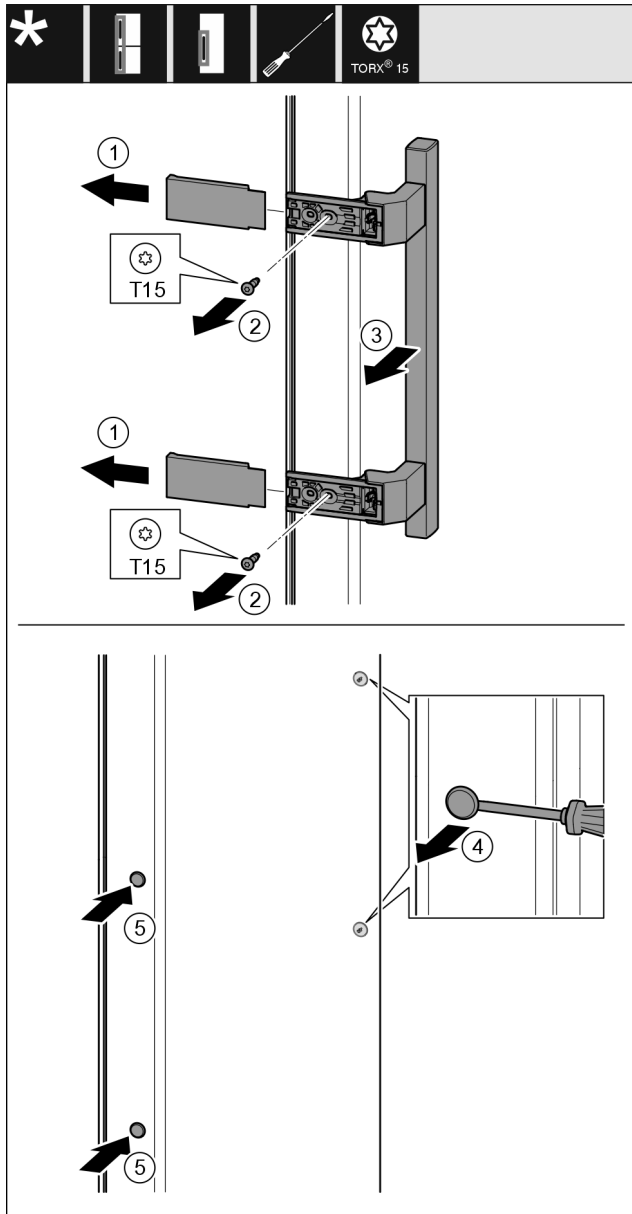

Fig. 18
- Togliere la copertura Fig. 18 (1).
- Estrarre le viti Fig. 18 (2) con un cacciavite.
- Rimuovere la maniglia Fig. 18 (3).
- Sollevare il tappo laterale Fig. 18 (4) con cautela con un cacciavite a intaglio ed estrarlo.
- Reinserire il tappo Fig. 18 (5) sull'altro lato.